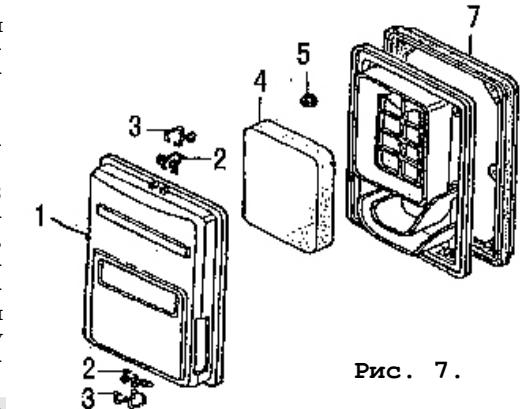

Рис. 7.
9.4.2. Демонтировать крышку поз. 20 на рис. 1 (поз. 1 на рис. 7). При отделении крышки от корпуса не повредить уплотнение. Снять фильтрующий элемент поз. 4 (рис. 7).
9.4.4. При обнаружении любых дефектов фильтрующий элемент поз. 4 (рис. 7) заменить новым оригинальным (номер по каталогу: EG-H168-104).